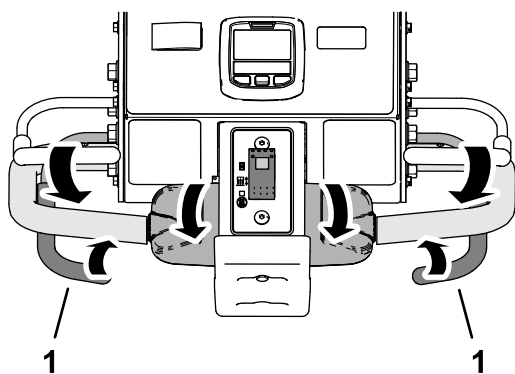

Figura 90
3. Quando le ruote anteriori raggiungono il perimetro dell'area di arieggiatura, stringete la barra di arieggiatura destra o sinistra (Figura 90).